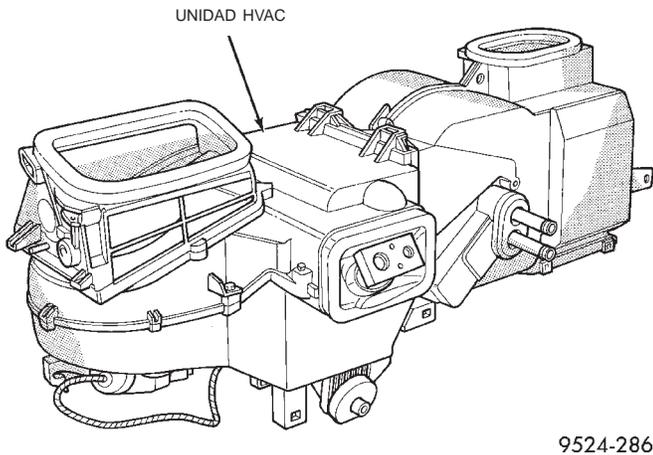
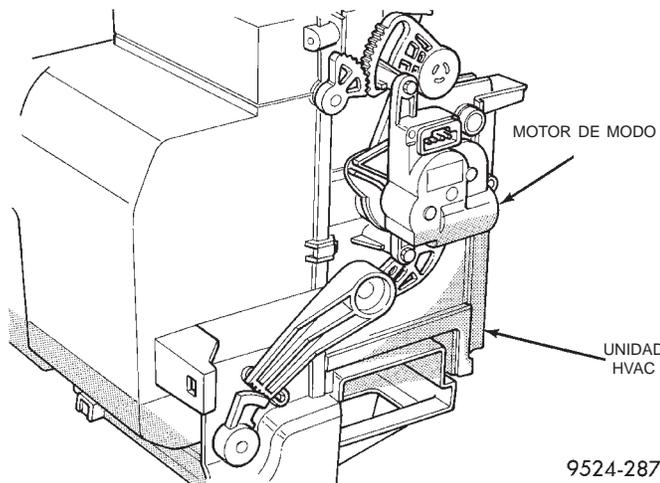

Fig. 74 Unidad del calefactor-A/A
Fig. 75 Articulación del motor de modo
(1) Coloque el conjunto de la unidad de calefactor y A/A en un banco de trabajo (Fig. 74) y (Fig. 75).